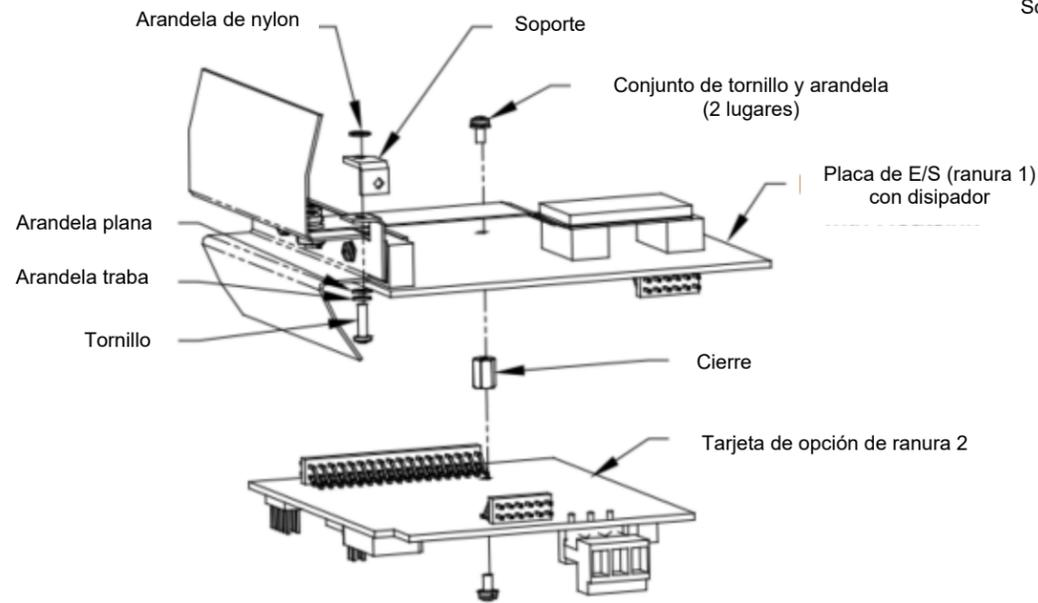

**Ilustración 8**
4. Retire los dos tornillos, las arandelas planas, las arandelas de seguridad y el disipador de calor de las esquinas de la placa de la fuente de alimentación (consulte *Ilustración 8 de la Figura 7 en la página 30*).
La EPROM U6 está situada a lo largo del borde superior de la placa principal, en el lado que estaba orientado hacia la placa de la fuente de alimentación (véase la *Ilustración 8 de la Figura 7 en la página 30*). Es el único chip con zócalo en esta placa y tiene una etiqueta de identificación blanca.